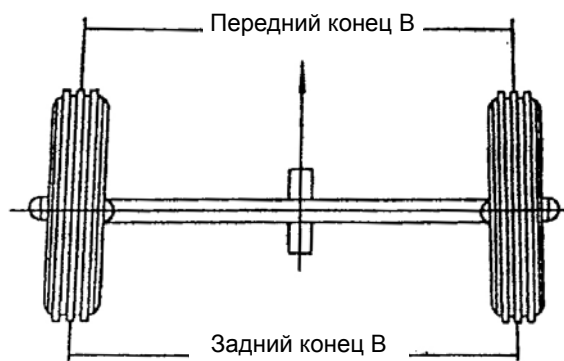

Рис. 6. Схождение
1. Регулировка схождения (Рис. 6)